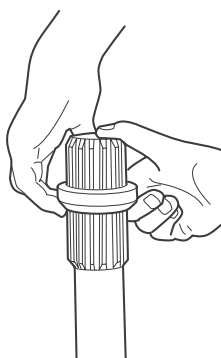

Figura 8.19
3. Retire el sello del eje deslizante. Figura 8.19.